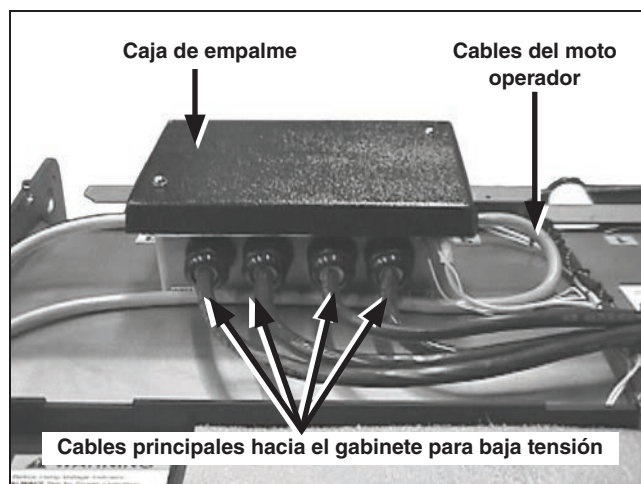

Figura 25. El cableado de la caja de empalme.
- PASO 1.** Desenrolle los cables principales de la caja de empalme que están canalizados hacia el compartimiento para baja tensión. Ver Figura 25. Estos cables tienen conectores para baja tensión en las puntas.